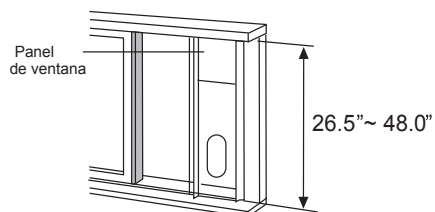

Fig. 13
2. Conecte el kit de guía deslizante para ventana a la repisa de la ventana. Ajuste la longitud del kit de guía deslizante para ventana de acuerdo con el ancho de la ventana, acorte el kit de ventana si el ancho de la ventana es menor que 26.5 pulgadas. Abra la hoja de la ventana y coloque el kit de guía deslizante para ventana en la repisa de la ventana. Fig. 13